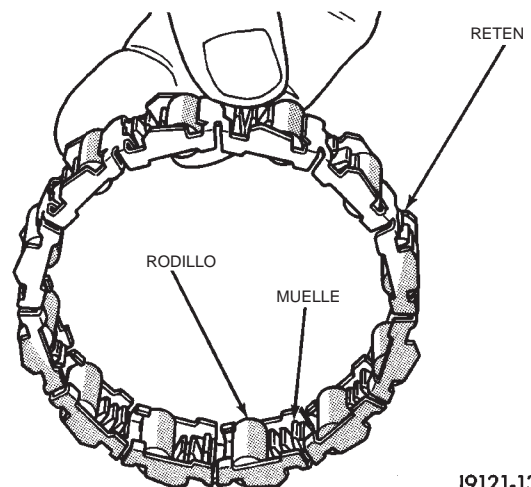

Fig. 112 Rodillos, muelles y retenedor de acoplamiento de rueda libre
(1) Ensamble los rodillos y muelles de embrague en el retenedor si fuese necesario (Fig. 112).